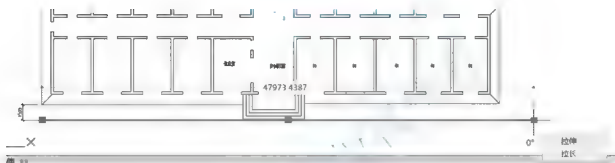

图 3.35 向右拖长辅助线
(2) 加长辅助线：在命令行无命令的状态下选中辅助线，会出现 3 个蓝色的夹点。单击右侧的夹点，该夹点变红，打开【正交】功能（快捷键 F8），将光标水平向右拖动至图 3.35 所示的位置。